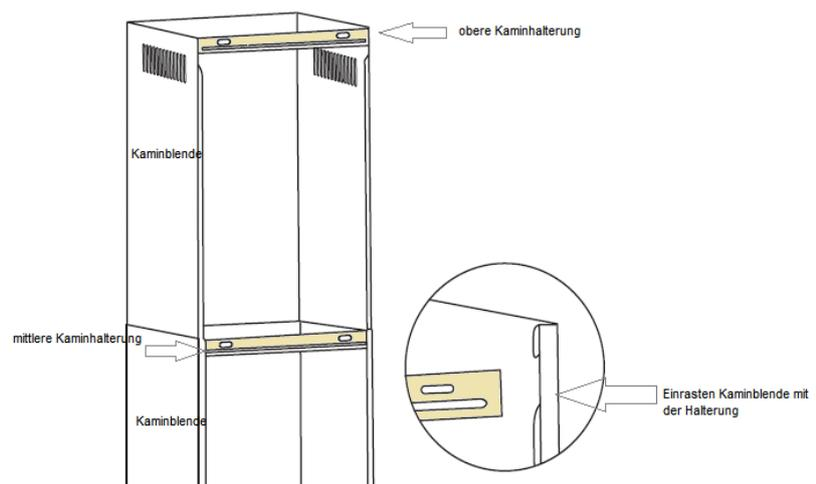

Abb. 5
18. Die obere Kaminblende schieben (Abb. 5), bis die gewünschte Höhe zum Befestigen erreicht ist.